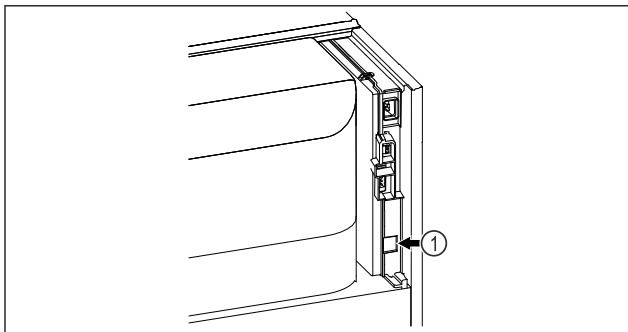

Fig. 77
- Moduli SmartModule Fig. 77 (1) është vendosur.